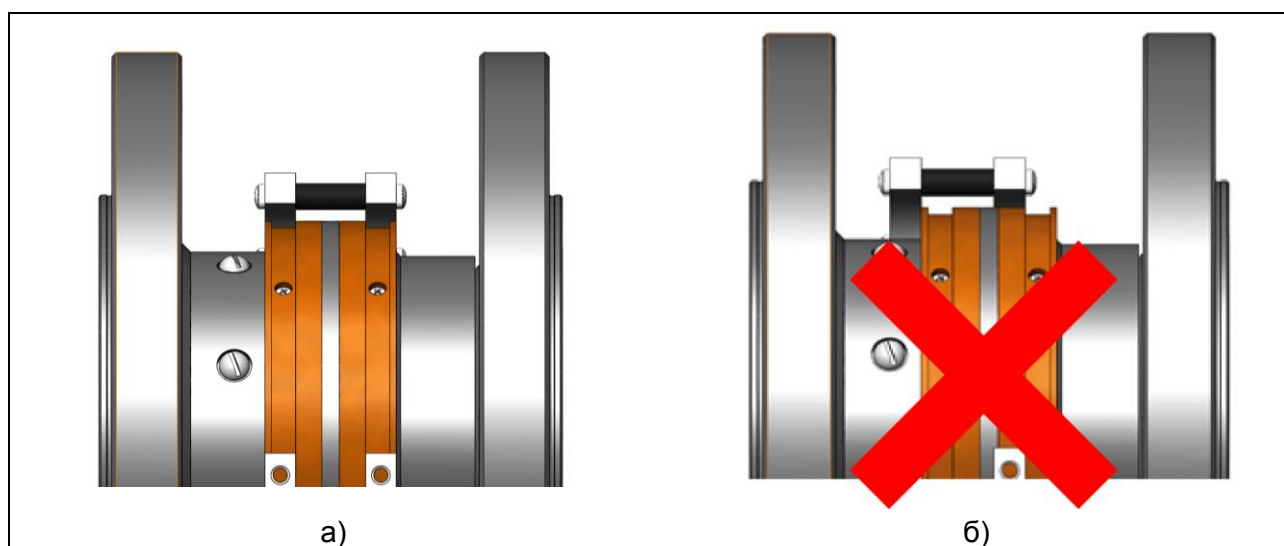

Рис. 17 – Расположение колец статора относительно катушки ротора:
- 3) для датчиков **M40**, **M40H**, **M40A**, **M26** убедиться в правильной установке статора относительно ротора – кольцо/кольца статора должно охватывать передающую катушку ротора с равномерным радиальным зазором и минимальным осевым смещением (не более 1-2 мм) – рис. 17 а. Если статор смещен – необходимо выровнять его для нормальной работы датчика;